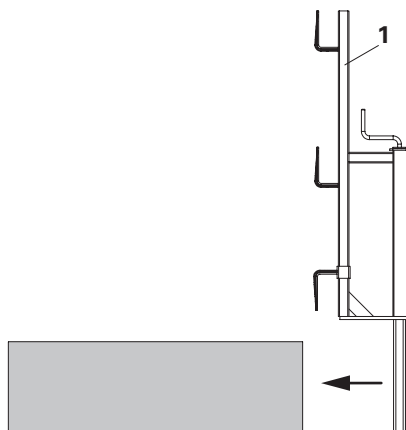

Fig. A2.02
2. Spingere il supporto parapetto a morsa-2 (1) sulla struttura. (Fig. A2.02)